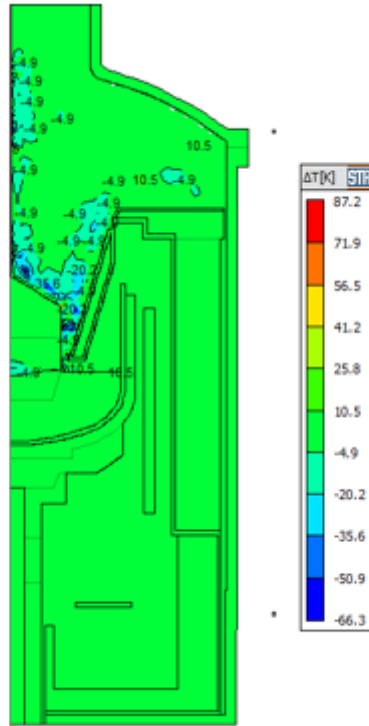

図 29. Frame 感の比較モードでの等高線
- 等高線機能の改良(Frame 間差の等高線) (図 29)